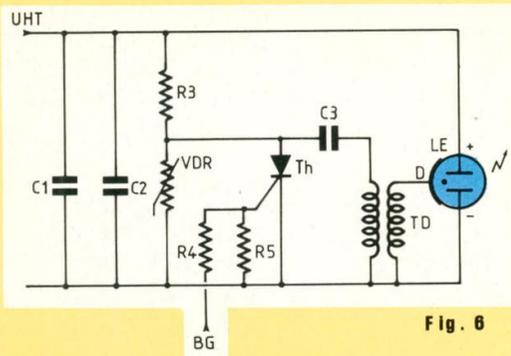
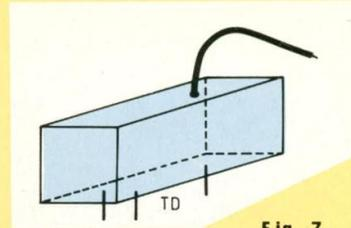

Fig. 6
Fig. 7
b) **Le dispositif de déclenchement (fig 6).** Un transformateur d'impulsion TD (fig 7) élévateur de tension permet d'obtenir les quelques milliers de volts nécessaires. L'impulsion au primaire est produite par la décharge du condensateur C3 à travers le thyristor Th amorcé par le circuit de commande à l'instant de l'étincelle à la bougie. VDR limite la tension aux bornes du thyristor à 220 V tout en stabilisant UHT. Pour ne pas allonger la durée de recharge de C3 cette capacité a été choisie assez faible : 10 nF ; ce qui suffit au type de TD indiqué. Avec un autre type, C3 pourrait devoir être augmentée.
d) Il faut maintenant ajouter au montage le reste du circuit de la fig 6 ce qui va permettre de déclencher un éclair en appliquant la tension de 12 V à la borne de commande de gachette BG.